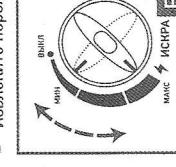

Рис. 9
- Отрегулируйте силу горения, повернув тот же регулятор (Рис. 9).